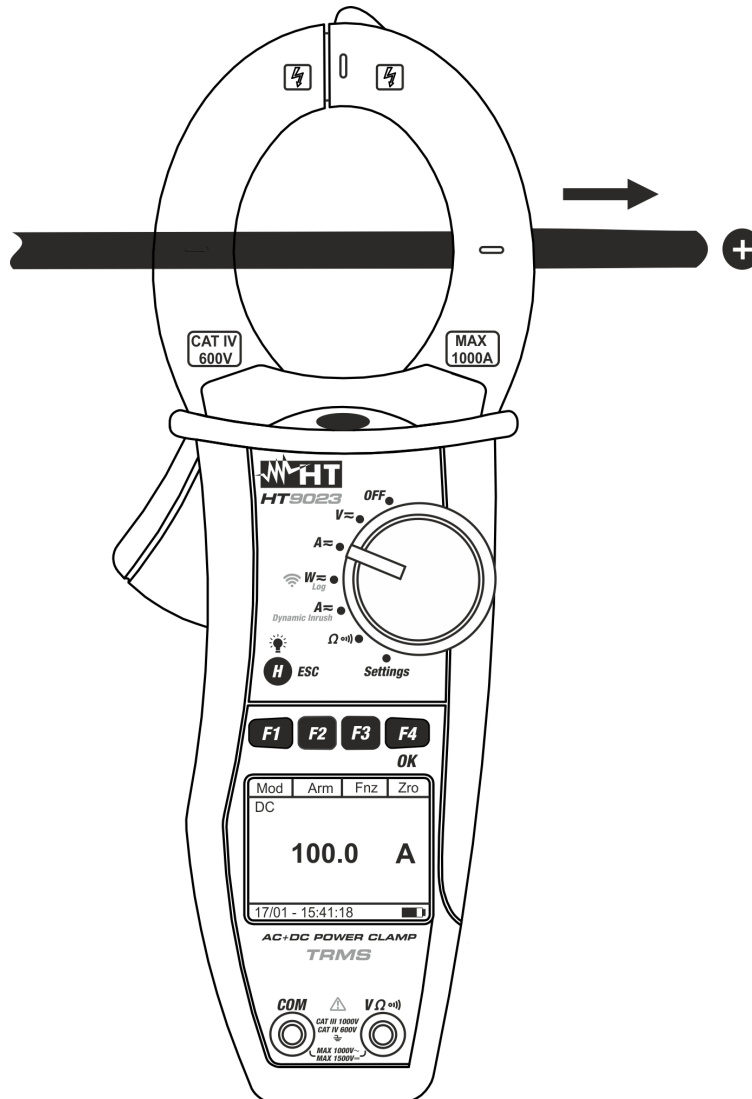

Fig. 9: Misura di corrente DC
5. Inserire il cavo all'interno del toroide al centro dello stesso al fine di ottenere misure accurate (vedere Fig. 9). Utilizzare le tacche presenti come riferimento (vedere Fig. 2)